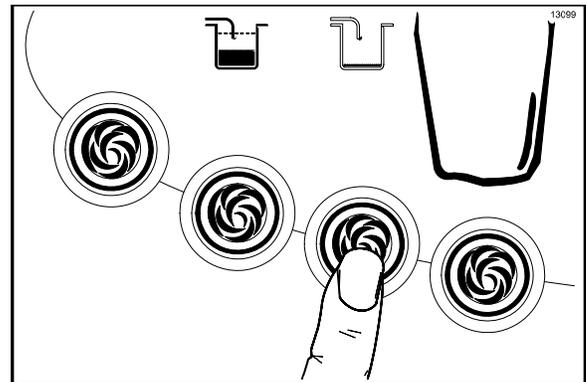

Figura 36
24. Oprima el símbolo  correspondiente al sabor del jarabe. Debe iluminarse el símbolo del sabor y la bomba del sabor seleccionado comenzará a funcionar a máxima velocidad. (Vea la figura 36).